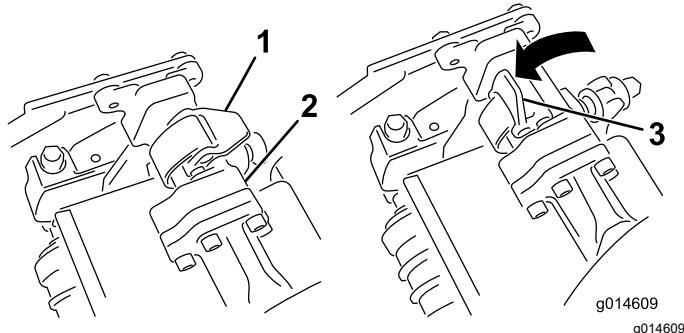
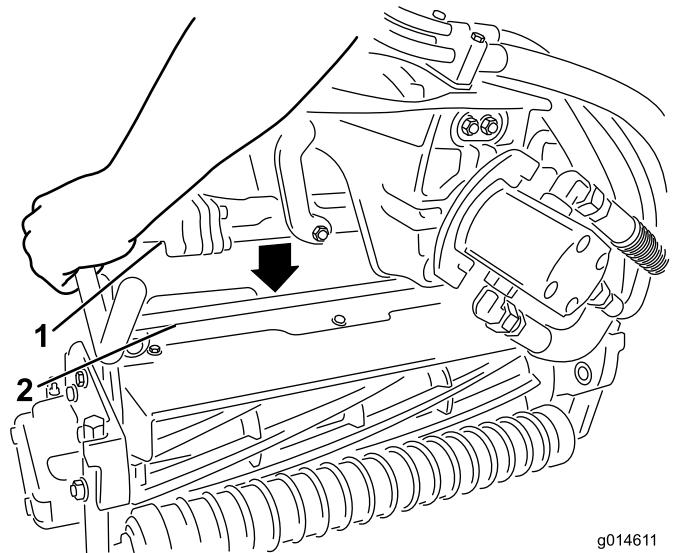

Figure 61
Figure 62
4. Ouvrez les verrous sur la barre du bras de suspension (Figure 61) et poussez le bras vers le bas pour que la barre recouvre les deux bras d'inclinaison sur l'unité de coupe, en vous assurant que les verrous passent sous la barre transversale de l'unité de coupe (Figure 62).
5. Fermez les verrous autour de la barre de l'unité de coupe et bloquez-les en place (Figure 61).
6. Ouvrez les verrous sur la barre du bras de suspension appartenant à l'unité de coupe que vous voulez déposer (Figure 61).